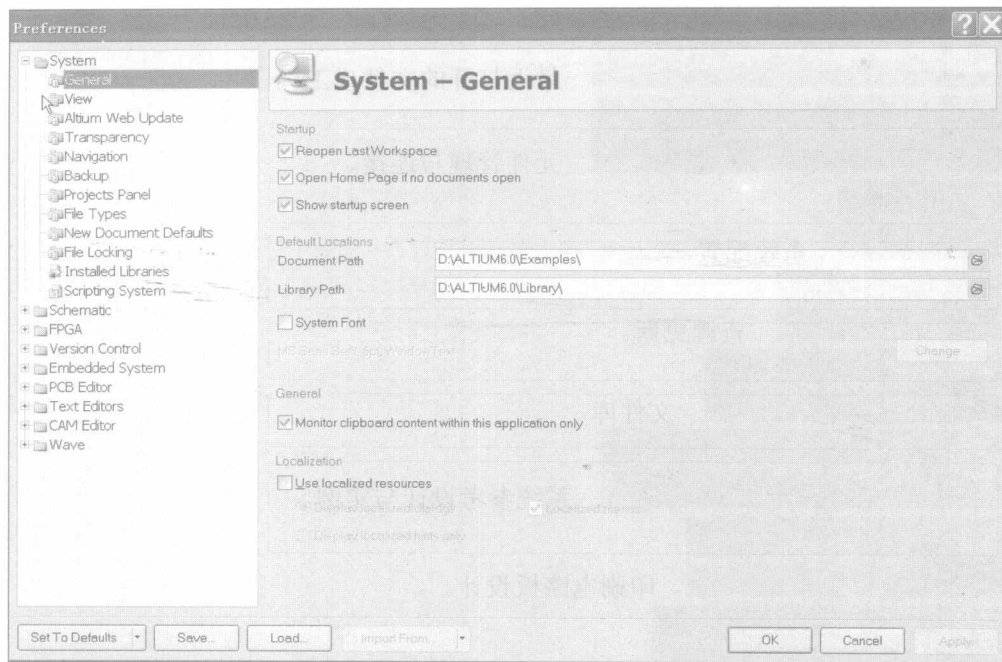

图 1-3 参数配置对话框
② 弹出参数配置（Preferences）（也称为优先设定）对话框，如图 1-3 所示。